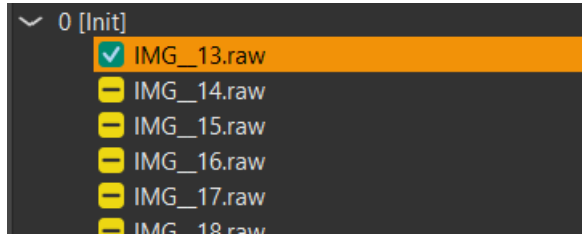

Abbildung 30 Bilder des "Init"-Schrittes für die ROI-Erkennung
- Reduce number of CTA Patch Pairs: Für hochaufgelöste Messungen (bspw. VLS-Control CTA Messung mit allen Luminance Shift Einstellungen) kann die Berechnung aller verfügbaren Kontrastpaare sehr lange dauern. Für Anwendungsfälle, in denen nicht alle benötigt, sind kann man die Auswahl reduzieren. Dafür wird der Messbereich in ein Raster von Kontrast- und Luminanzwerten eingeteilt und in jeder Zelle des Rasters wird nur eine begrenzte Auswahl an Kontrastpaaren genutzt. Abbildung 30